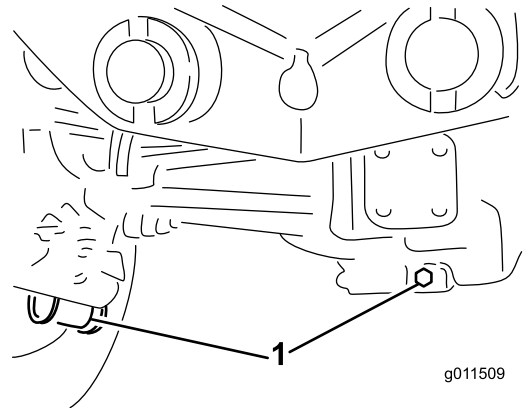

Figure 77
2. Nettoyez la surface autour des 3 bouchons de vidange, 1 à chaque extrémité et 1 au centre (Figure 77).